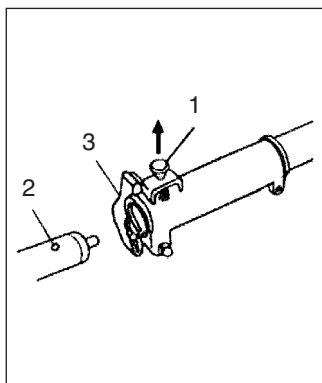

Fig.1-1B
3. Skru låsemutteren (3) godt til. (Fig. 1-1B)